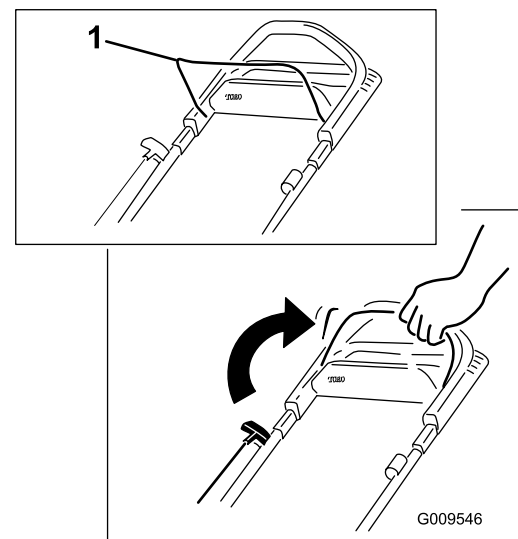

Bild 19
1. Drücken Sie den Schaltbügel gegen den Holm (Bild 19).